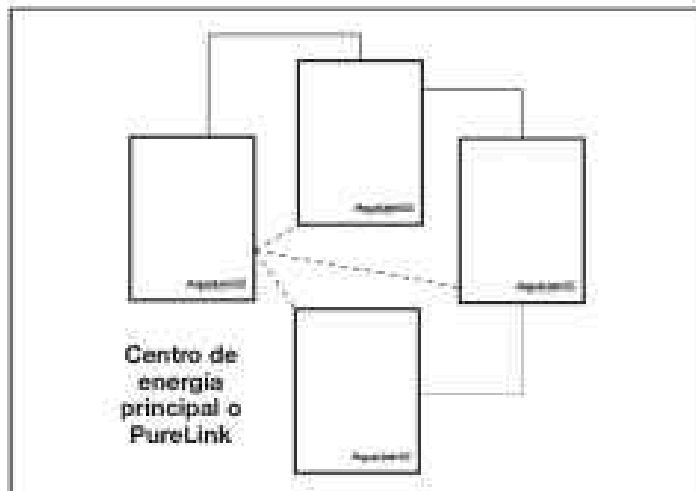

Figura 22. Cableado de múltiples centros de energía
1. Los centros de energía auxiliar pueden cablearse "en serie", a partir del centro de energía principal (línea continua) o cablearse "en paralelo" desde el centro de energía principal (línea discontinua). Consulte la Figura 22.